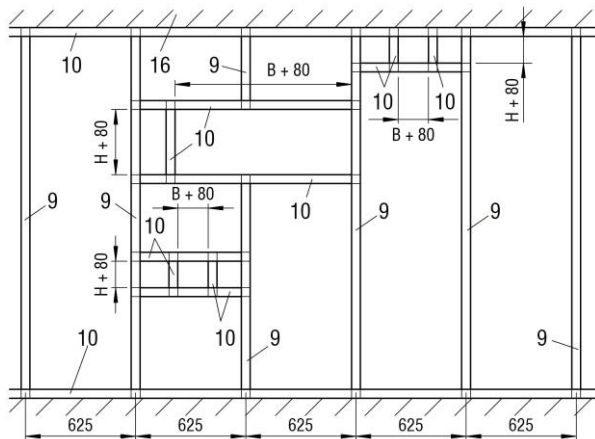

Figura 44: sostegno in metallo con le modifiche necessarie per il montaggio a secco
- Innalzare la struttura in metallo e la parete secondo le indicazioni del costruttore della parete e le modifiche riportate nella Figura 44.
- Inserire la BKA-EN (pos. 1) nella cavità della parete (lato ispezioni - osservare la misura di montaggio 210 mm). Riempire uniformemente l'intercapedine perimetrale tra parete e BKA-EN Montaggio BKA-EN con l'ausilio di sospensioni ecc.
- Inserire la lana minerale (pos. 11.3) (ignifuga secondo EN 13501-1, densità di riempimento 80 kg/m², punto di fusione ≥ 1000 °C) nella fuga perimetrale larga 40 mm tra l'involucro della BKA-EN e i profili metallici perimetrali (pos. 10).
- Applicare la pannellatura su entrambi i lati (pos. 12) e raddoppiare sul lato non di ispezione (pos. 49.1). I collegamenti e le fughe devono essere stuccati con materiale compatibile alla parete (pos. 43, dimensione massima intercapedine 5 mm, stuccare durante la costruzione).